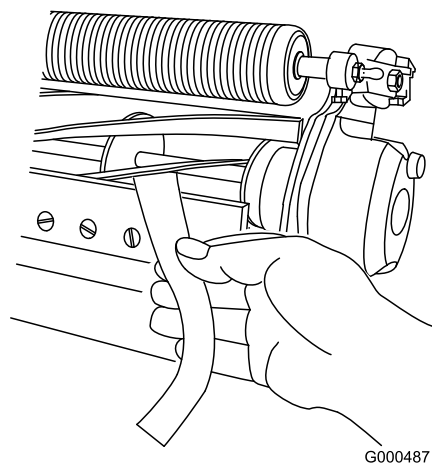

Figura 7
- Inserite una lunga striscia di carta per la verifica delle prestazioni di taglio tra il cilindro e la controlama, perpendicolarmente alla controlama (Figura 7), quindi **lentamente** ruotate il cilindro in avanti: dovrebbe tagliare la carta; se ciò non avviene, ripetete i passaggi **A** e **B** fino a quando non succede.
11. Inserite una lunga striscia di carta di verifica del taglio (n. cat. Toro 125-5610) tra il cilindro e la controlama, perpendicolarmente alla controlama (Figura 7), poi ruotate **lentamente** il cilindro in avanti: dovrebbe tagliare la carta; in caso contrario, ruotate ciascun bullone di regolazione della barra di appoggio in senso orario di uno scatto e ripetete questo passaggio finché la carta non viene tagliata.